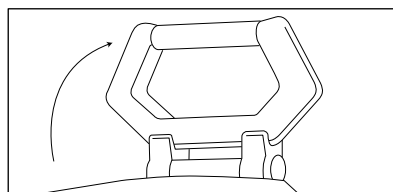

Fig. 1
1. Fixer poignée de support. (Fig. 1)